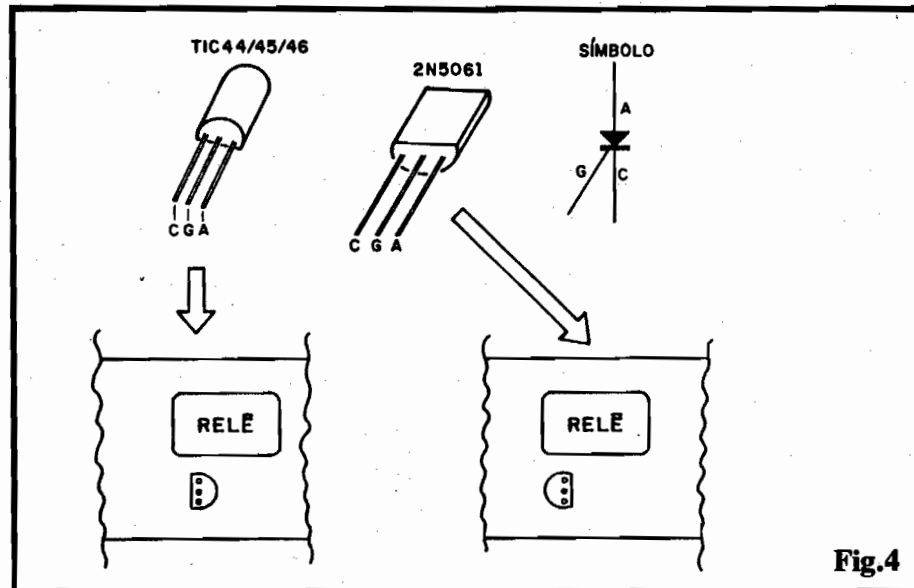

Fig.4
- FIG. 4 - IDENTIFICANDO A PINAGEM DO SCR - INSERINDO O COMPONENTE NA PLACA - Se o SCR obtido for da série TIC4X (TIC44, TIC45 ou TIC46...), a sua disposição de pinagem exigirá a inserção na placa nos moldes mostrados no diagrama da esquerda... Já se o dito SCR for de código 2N5061, a face "chata" do componente deve ficar voltada para o "outro lado", conforme se vê no diagrama da direita... Para lembrar os mais esquecidinhos, e favorecer aos iniciantes, mostramos